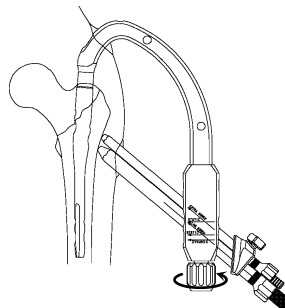

図 2
- 2) スリーブをターゲットデバイスに取り付け，デバイスのつまみを締めて固定します。（図 2）